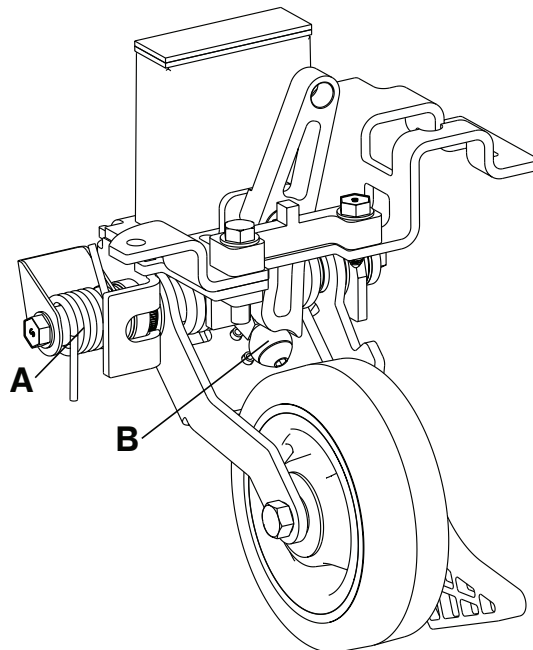

Abbildung 31 – Schmierung des einziehbaren fünften Rades
3. MPG-3-Schmiermittel auf der Feder (A) und der Rolle (B) auftragen (Abbildung 31).